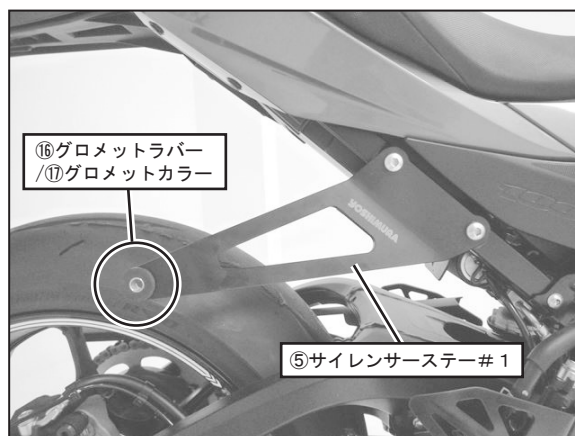

FIG. 1
5. 左右のタンデムステップを取り外し、⑤サイレンサーステー#1に⑯グロメットラバー、⑰グロメットカラーを取り付けてから純正ボルトを使用して車体に規定トルクで締め付けて下さい。(FIG. 1 参照)